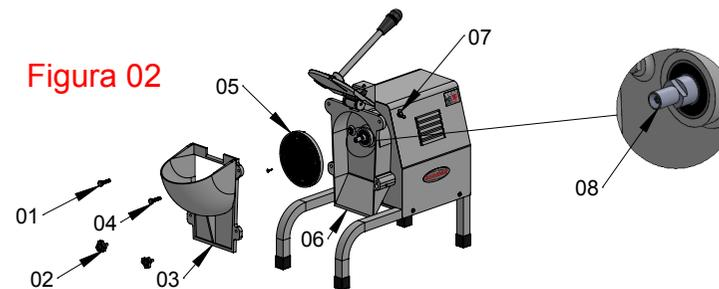

Figura 02
**2.2.3** Retire a cuba (item 03, figura 02), soltando as porcas borboletas (item 07, figura 02) e os manípulos (item 02, figura 02) de fixação. Observe que sem a cuba (item 03, figura 02) a máquina não ligará pois, o sensor de segurança impedirá seu funcionamento.
**2.2.4** Com a chave de fenda solte o parafuso central do disco do ralador (item 04, figura 02) e puxe-o para fora. Faça a substituição do suporte do disco (item 05, figura 02) e observe o encaixe do disco no eixo (item 08, figura 02).
**2.2.5** Observe que um parafuso é mais comprido que os demais, pois o mesmo, além de fixar o disco, também faz a limpeza para não ficarem alimentos acumulados no suporte intermediário (item 06, figura 02).